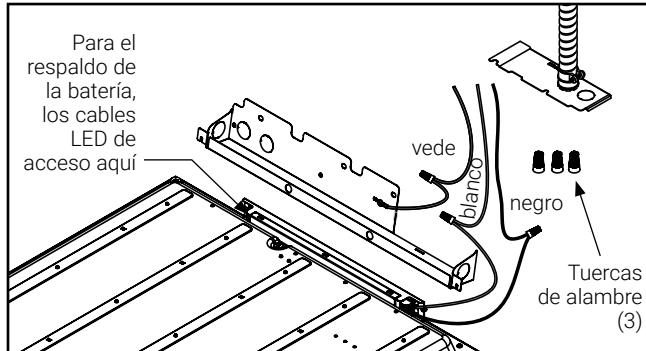

Imagen 5.
5. Utilice el expulsor de apertura para ingresar la línea de alimentación. Utilice los tres empalmes plásticos provistos para conectar el cable de tierra con el cable de alimentación verde, el cable negro (l11ne) con el cable de alimentación negro y el cable blanco (neutro) con el cable de alimentación blanco (Imagen 5).
Nota: Esta luminaria es compatible con los sistemas de respaldo de batería, incluidos los Surelites EBLED7W y EB-PLED14W. Si utiliza un sistema de respaldo de batería, retire la placa de la cubierta del controlador para acceder a los cables de carga LED y siga las instrucciones de cableado de respaldo de la batería (Fig. 5). Asegúrese de volver a instalar la placa de la cubierta del controlador después del cableado.